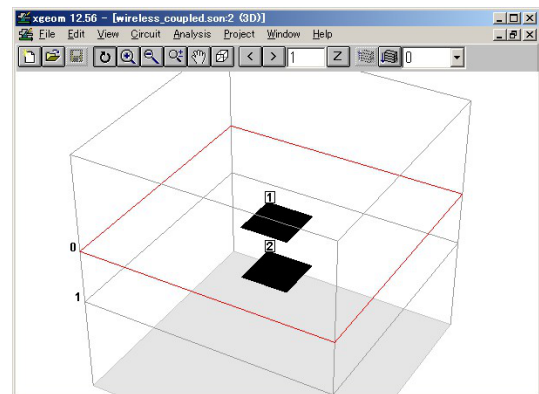
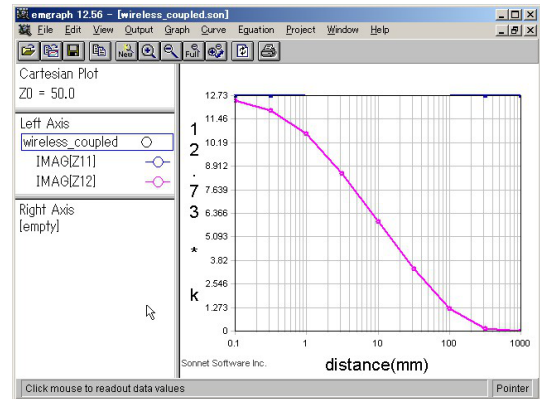

図 26 結合した共振器のモデル。
図 33 結合距離に対する  $\text{Im}(\vec{Z}_{12}) = 12.73 \times k$
■モデルの概要 図 26 は二つの共振器が結合したワイヤレス給電の電磁界解析モデルの一例です。共振器の周囲には共振器同士の間隔よりやや広い空間を設けてあります。
■距離と結合係数 図 26 の結合共振器の共振器同士の距離を変化させて, 2MHz での  $\text{Im}(\vec{Z}_{12})$  を解析した結果が図 33 です.
です. 例えば, 図 33 から距離 100mm の時  $\text{Im}(\vec{Z}_{12}) = 1.231\Omega$  なので,  $k = 1.231/12.73 = 0.09672$  となります.